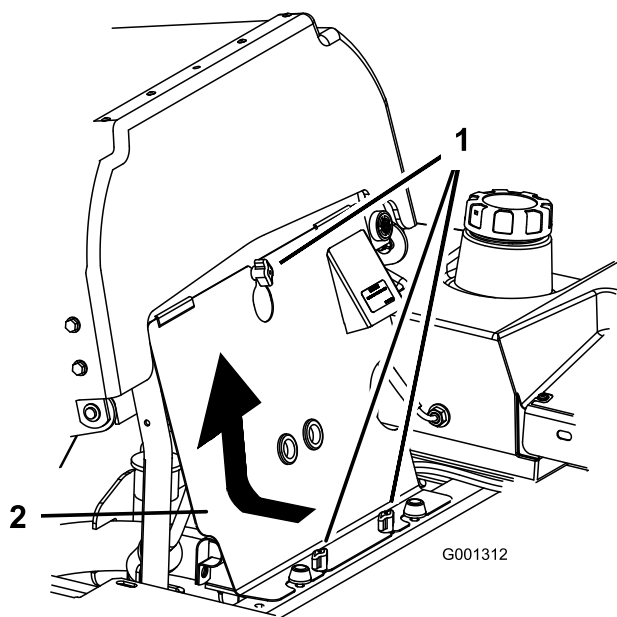

Bild 67
1. Kippen Sie den Sitz nach vorne und entfernen Sie die vordere Motorverkleidung (Bild 67).